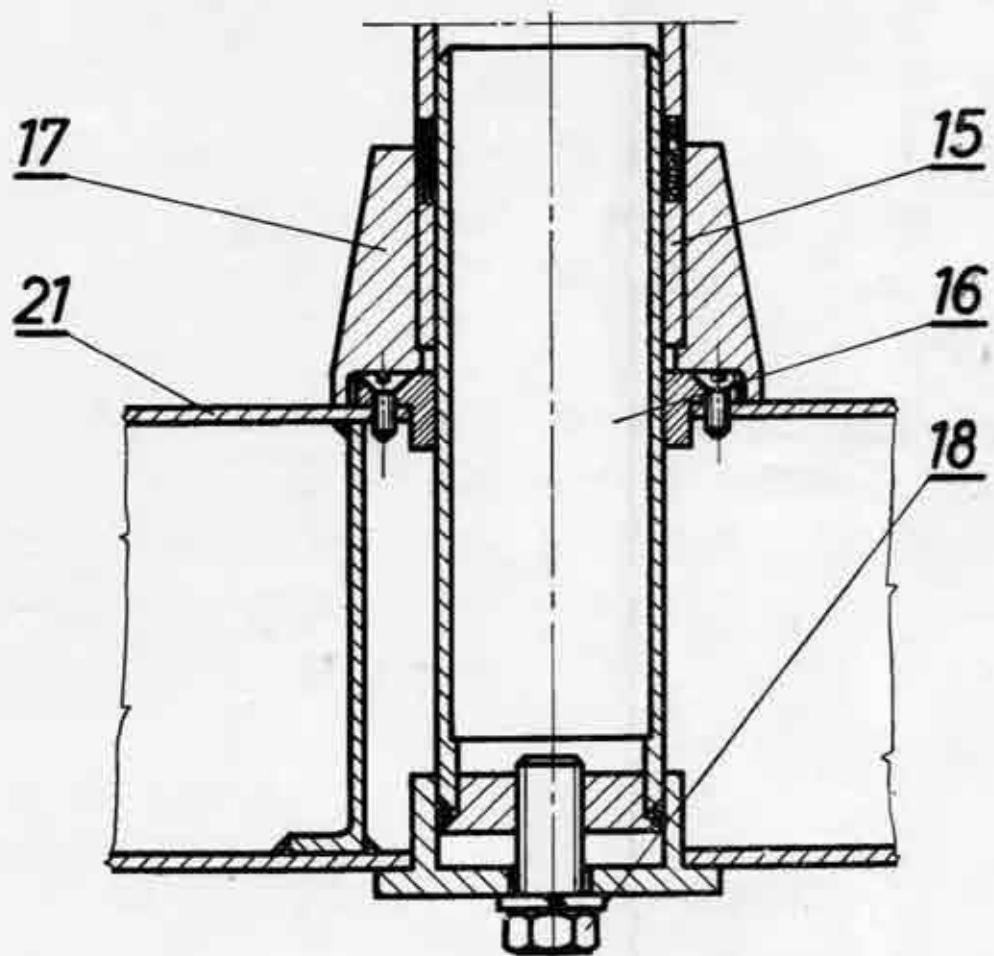

рис. 9. Схема к монтажу лампы синего света
Монтаж стойки (рис. 9)
В начале собирается ножка с катками (21) и труба (15) соответственно рис. 9. Вертикальная трубка заводится в сварной потрубок (16), т.е. в установленный на собранную ножку фланец (17), затем с помощью болта (18) прикрепляется.
Провод (23), выходящий из светильника перенесётся через колпак (5), находящийся на верхней части ламподержателя (19) а потом через сварную стойку-трубу (15, Рис. 9.) и присоединяется к зажиму (20), расположенного в собранной ножке так, чтобы цвета проводов с обоих сторонок были одинаковы.